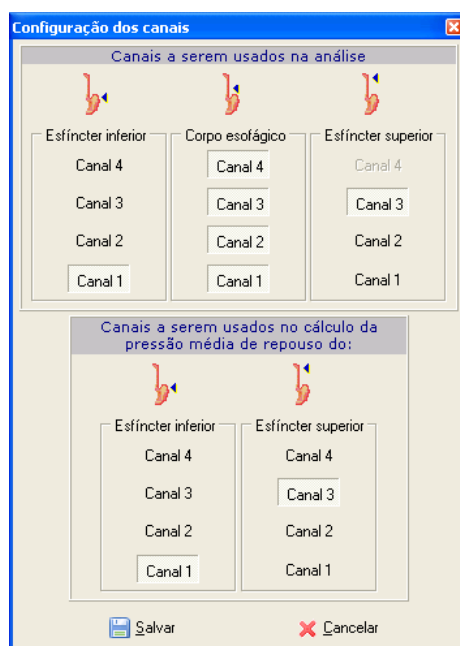

Fig. 9 – Configuração dos canais
– Este botão só é mostrado na análise de exames esofágicos e, ao ser clicado, abre a tela mostrada na Fig. 9, permitindo que se defina quais canais usar no estudo de cada etapa e quais usar no cálculo da pressão de repouso de cada esfíncter.